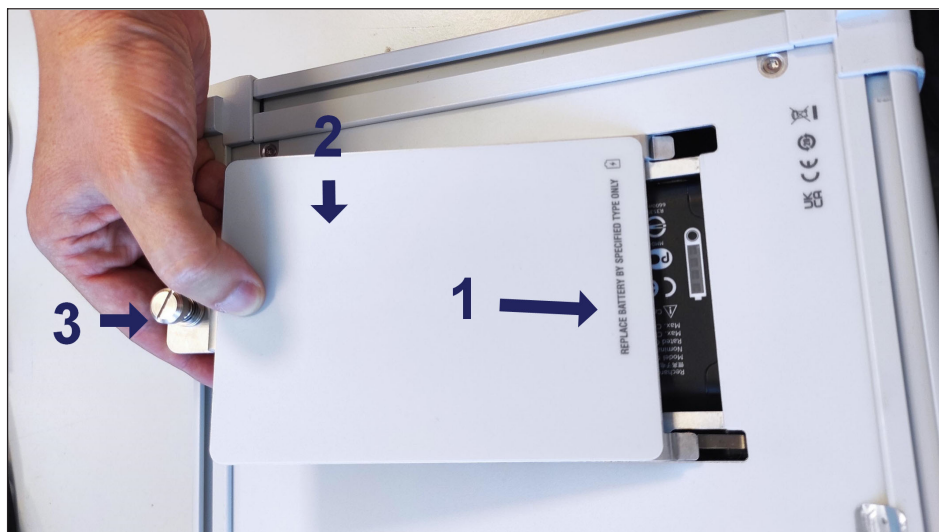

Fig. 3.12 Fermeture du couvercle du compartiment du bloc-batterie
- Réinsérez le couvercle en le faisant glisser vers le bas (numéro 1 sur la Fig. 3.12), appuyez dessus pour le mettre en place (numéro 2 sur la Fig. 3.12) et fixez-le en vissant la goupille de verrouillage (numéro 3 sur la Fig. 3.12).